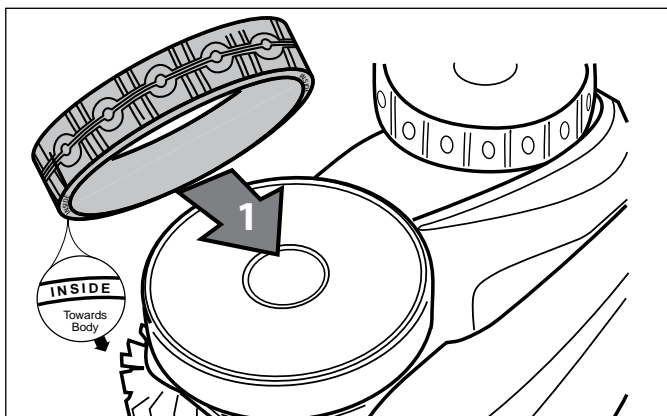

Figure 37. Alignement du pneu de remplacement
3. Pour remplacer le pneu, le positionner sur la roue en s'assurant de l'orienter de manière à ce que le mot **INSIDE** soit face au robot nettoyeur (Figure 37).